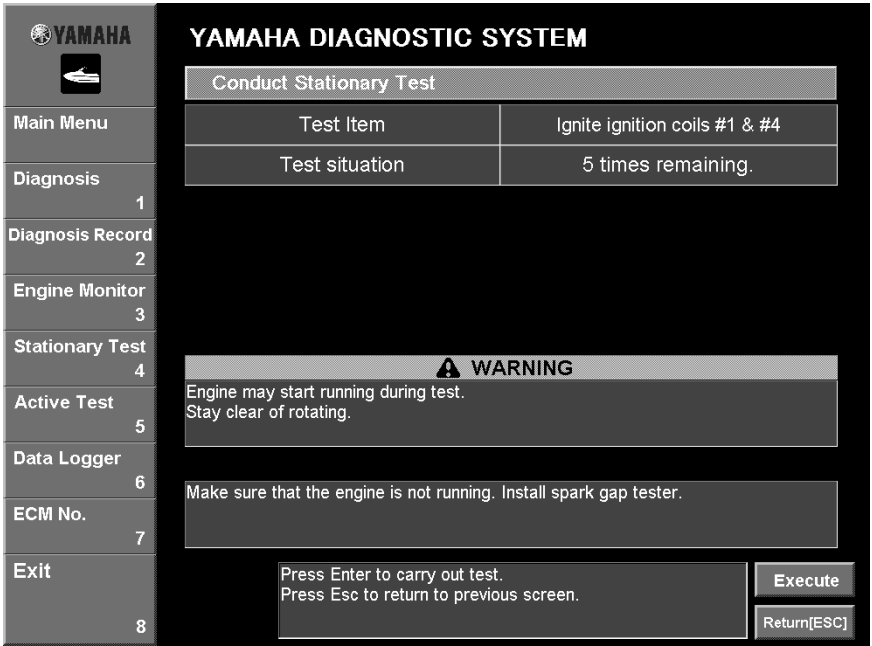

Fig. 42
5. Click the **Execute** button or press the Enter key on your keyboard. (Fig. 42)
| <p>5. Cliquer sur le bouton Execute ou appuyer sur la touche Entrée du clavier (Fig. 42).</p> | <p>5. Klicken sie auf Execute oder drücken Sie auf die "Enter"-Taste auf Ihrer Tastatur. (Abb. 42)</p> | <p>5. Haga clic en el botón Execute o pulse la tecla Intro en el teclado. (Fig. 42)</p> |